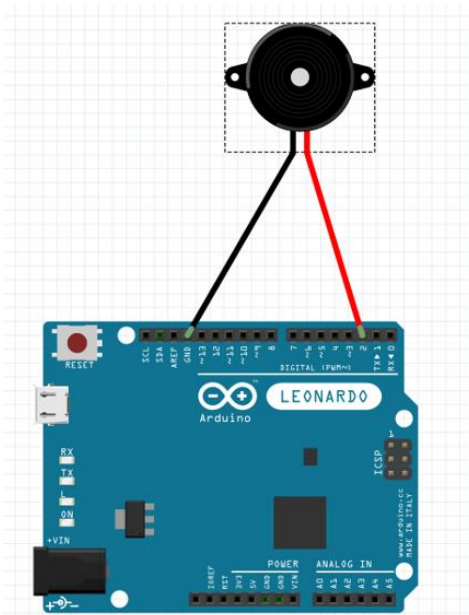

Рис. 3.3. Схема підключення зумера до плати Arduino
2. На монтажній платі скласти схему відповідно до рис. 3.3.